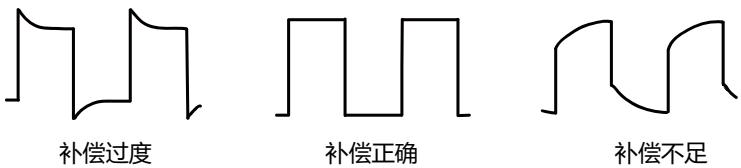

图 4.9 探头补偿
2. 检查所显示的波形形状并与 图 4.9 所得波形进行对比。